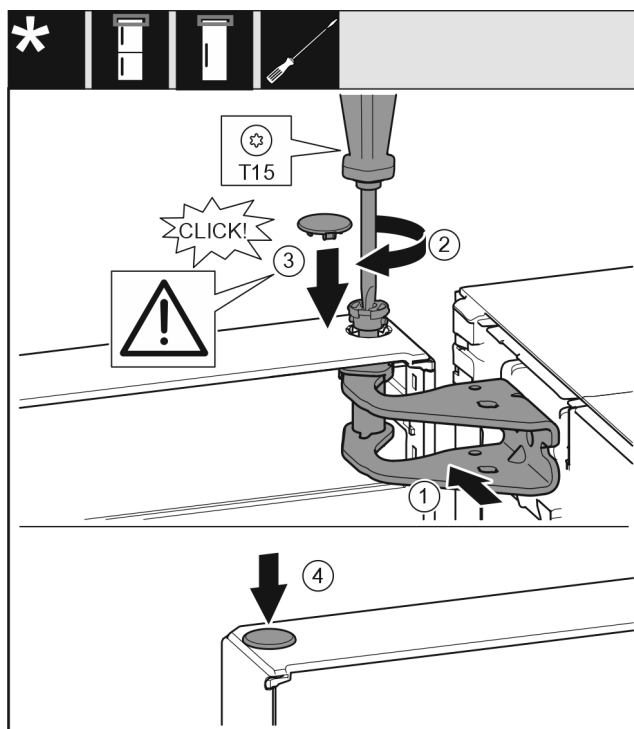

Fig. 26
- Allineare la porta in alto all'apertura nel blocco di supporto. Fig. 26 (1)
- Inserire i perni Fig. 26 (2) e stringerli con un cacciavite.
- Montare la copertura del fusibile Fig. 26 (3) sul fusibile della porta: Inserire la copertura del fusibile e controllare se appoggia sulla porta. Altrimenti inserire completamente i perni.
- Inserire il tappo Fig. 26 (4).